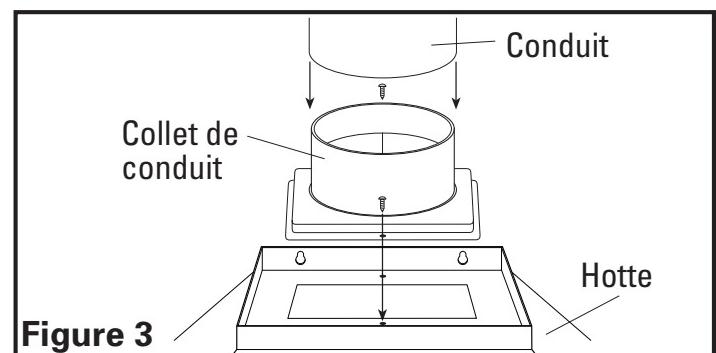

Figure 3
- Installez le collier de conduit inclus sur la hotte avec les deux vis #6 à pointe arrondie fournis (**Figure 3**).
- Raccorder le conduit au collet de conduit et le serrer en place en utilisant du ruban adhésif pour sceller tous les joints (**Figure 3**).